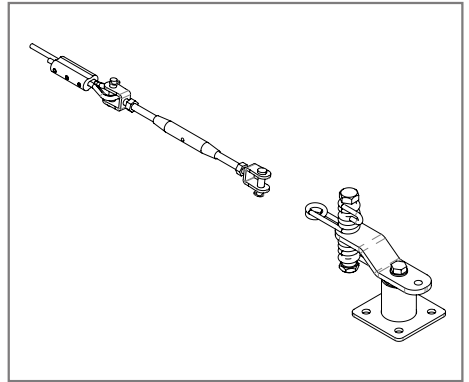

Figura 4
- Collegare il tenditore al cavo di acciaio attraverso il kit serracavo Ts-Block (vedere istruzioni a pag. 18) e aprirlo ruotando l'elemento centrale fino alla massima apertura. Tendere il cavo d'acciaio e installare il 2° punto di estremità [Figura 4].